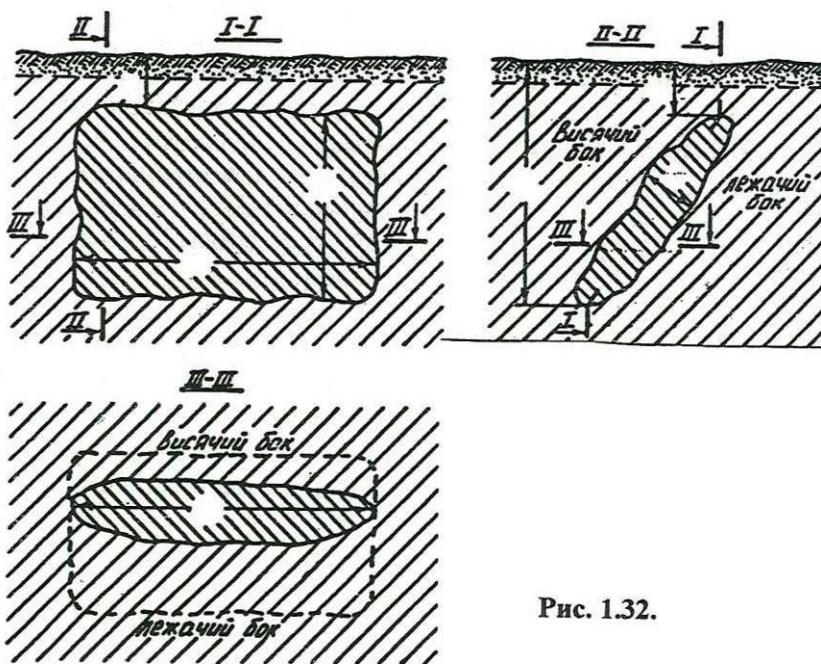

Рис. 1.32.
30. На каких разрезах (рис.1.32) можно показать длину месторождения по простианию?